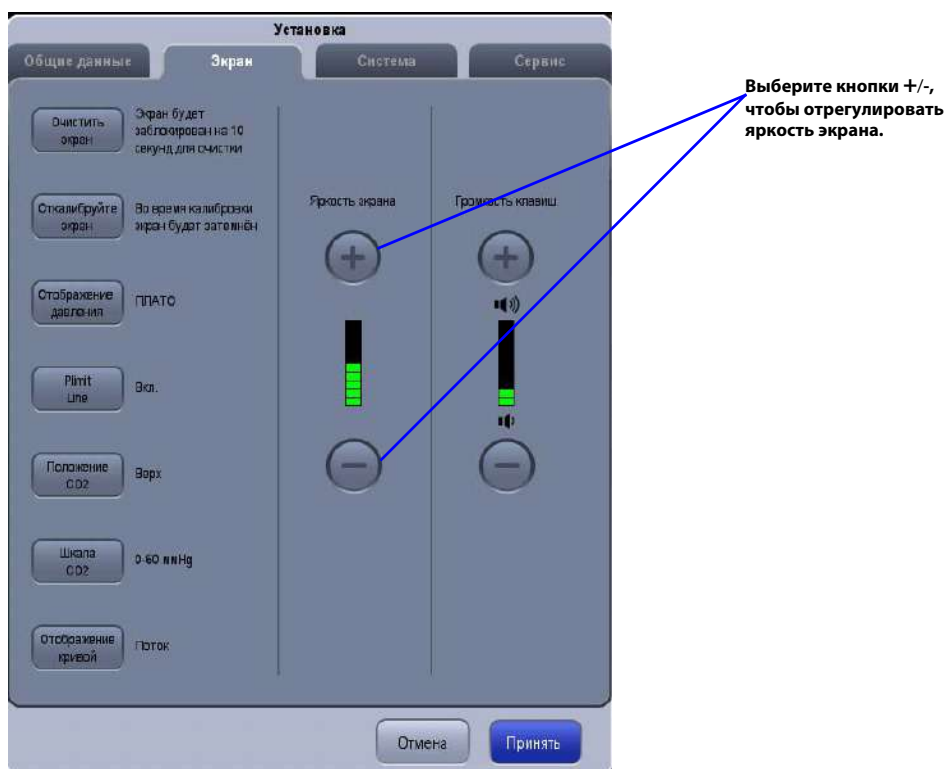

РИСУНОК 3-35 Вкладка «Дисплей»: область «Яркость экрана»
1. Выберите экранную клавишу **Установка** > вкладку **Дисплей** (РИСУНОК 3-35).